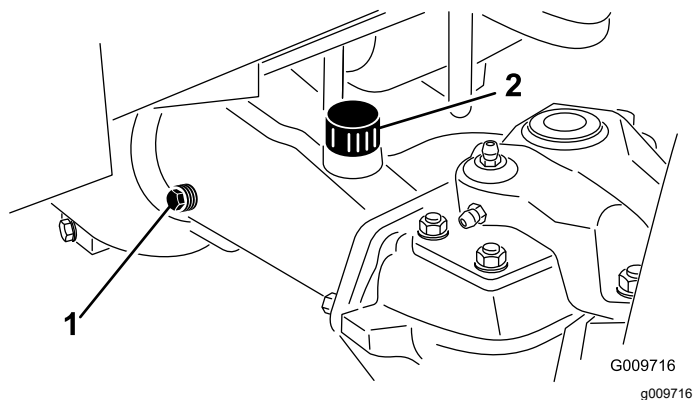

Figura 79
2. Îndepărtați un buon de verificare de la un capăt al axului i asigurați-vă că nivelul lubrifiantului este până la partea inferioară a orificiului (Figura 79).